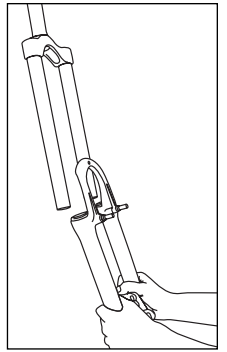

Fig. 9
5. Faites glisser l'ensemble monocoque du tube inférieur hors de son logement (voir fig. 9).